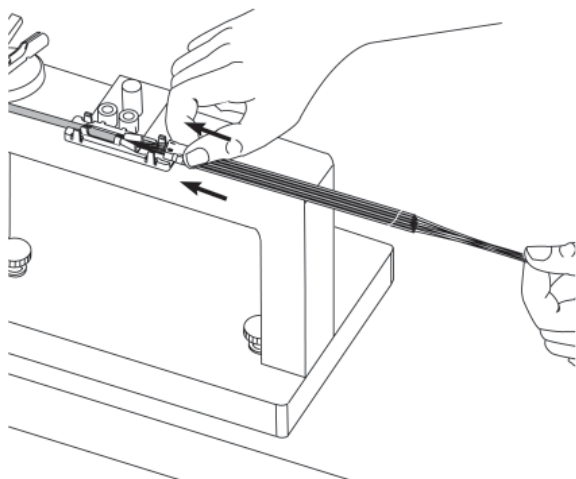

Figura 18
7.7 Deslize cuidadosamente o conjunto enquanto puxa as fibras desnudadas para que saiam das extremidades dos tubos de 900 μm até que o conjunto fique em cima do corpo do fan-out (Figura 18).